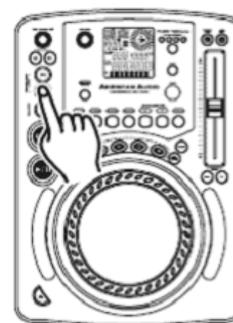

Figura 20
2) Premere il pulsante IN (24). In questo modo si imposterà il punto di avvio di un Ciclo Continuo. Il LED del pulsante IN (24) si illumina
3) Premere il pulsante Out (23) per impostare il punto finale del Ciclo Continuo (Figura 20). I LED dei pulsanti In (24) e Out (23) iniziano a lampeggiare rapidamente, indicando che è attiva la modalità Ciclo Continuo.